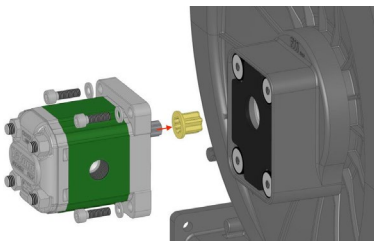

FIGURA 8
- Retire e inspeccione el acoplamiento flexible (FIGURA 8).